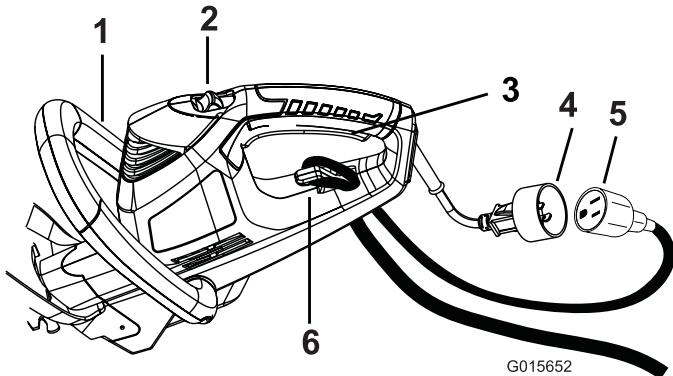

Figure 1
- Reliez l'appareil à la rallonge électrique (Figure 1).
| 2. Fixez le cordon d'alimentation au taille-haie (Figure 1). |
| 4. Poussez le commutateur de verrouillage en arrière, vers vous, et serrez la poignée d'actionnement pour mettre le taille-haie en marche (Figure 1). Le taille-haie fonctionne tant que vous serrez la poignée d'actionnement. Vous pouvez relâcher le commutateur de verrouillage lorsque le taille-haie a démarré. |
- Relâchez la poignée d'actionnement (Figure 1).